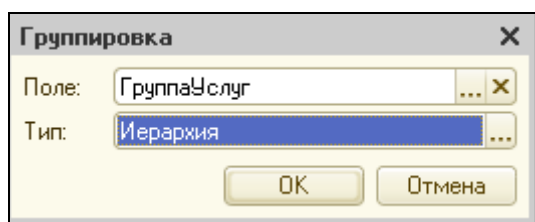

Рисунок 4.47 Выбор поля и типа группировки
12. Перейти на закладку **Настройки**, Создадим новую группировку по полю **ГруппаУслуг**, указать тип группировки – **Иерархия** (рис. 4.47).